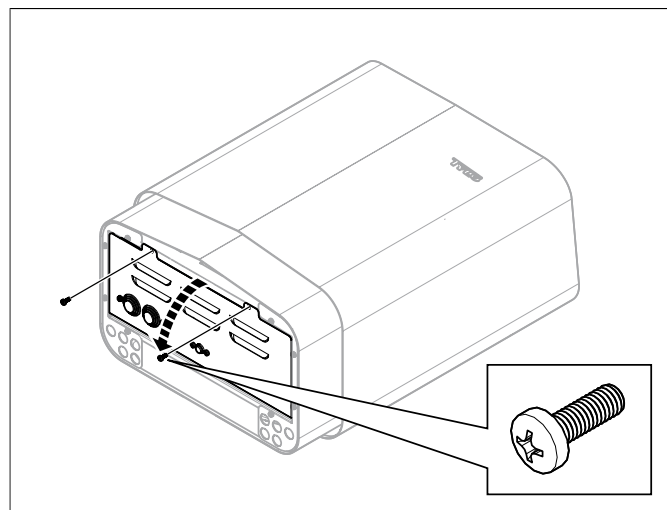

Рисунок 7: Откройте/закройте крышку
2. Ослабьте винты и откройте крышку (см. **Рисунок 7**, страница 4).
5. Закройте крышку и закрутите винты (см. **Рисунок 7**, страница 4).